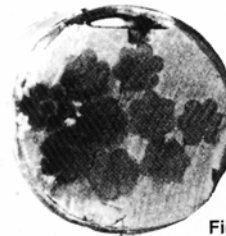
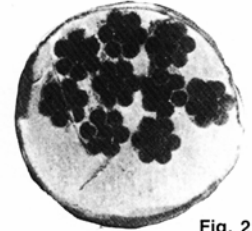

Fig. 1
Fig. 2
- hohe Großporigkeit aufgrund des Ausschwitzens (bleeding) von Wasser, das sich unter den Litzen und im oberen Teil des Schutzhülle sammelt (Abb. 1).
Abb. 1 Schnitt eines Mantels mit nachgespannten Kabeln und mit Zementpaste gefüllt, die Ausschwitzerscheinungen aufweist. Abb. 2 Schnitt eines Mantels mit nachgespannten Kabeln und mit Zementpaste mit FLOWCABLE-Zusatz gefüllt, ohne Ausschwitzerscheinungen.
Ein mit Zement (94%) und FLOWCABLE (6%) zubereiteter Injektionsmörtel bietet eine absolute Garantie bei der Füllung des Schutzmantels und insbesondere zwischen den Litzen aufgrund seines hohen Fließvermögens. Dies gewährleistet einen maximalen Schutz des Stahls vor möglichen Korrosionserscheinungen aufgrund von Schadstoffen. Da das hohe Fließvermögen durch ein geringes Wasser-/Zementverhältnis erzielt wird, präsentiert sich die einmal ausgehärtete Zementpaste kompakt, undurchlässig und äußerst beständig. Andererseits verhindert die starke Kohäsion des frischen Gemischs in Ermangelung des Schrumpfphänomens die Bildung von Hohlräumen, die oftmals für das Eintreten von Schadstoffen verantwortlich sind; auf Abb. 2 wird der Schnitt eines Mantels gezeigt, der mit Injektionsmörtel mit FLOWCABLE-Zusatz gefüllt ist.